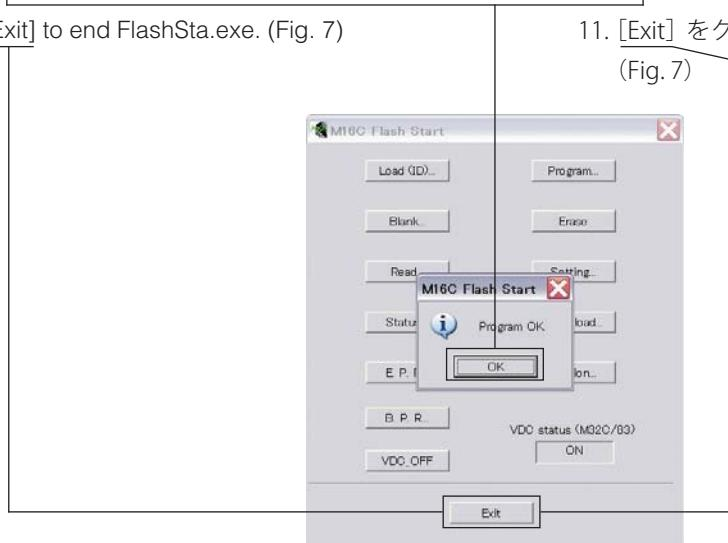

Fig. 7
10. When writing of the firmware is completed, the screen appears as shown below. (Fig. 7)
Click [OK]. (Fig. 7)
11. Click [Exit] to end FlashSta.exe. (Fig. 7)
10. フームウェアの書き込みが完了すると、以下の画面が表示されます。(Fig. 7)
[OK] をクリックします。(Fig. 7)
11. [Exit] をクリックして FlashSta.exe を終了します。(Fig. 7)